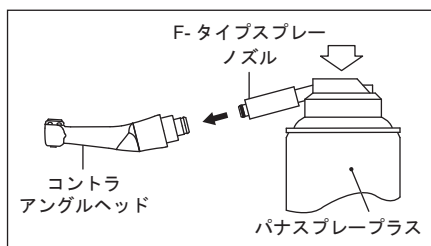

図 11
- 2) スプレーノズルをコントラアングルヘッドの後部に差し込み、2秒間くらいスプレーします。ノズルの差し込みやコントラアングルヘッドへの押し込みが十分でないと、コントラアングルヘッド内部へオイルが行き渡らなかつたり、オイルが逆流したりする場合があります。（図 11）